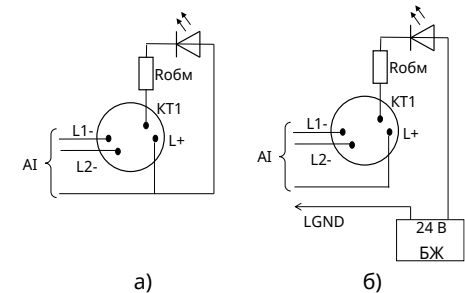

Рисунок 3 – Підключення ВПОС або світлодіода
4.2 Якщо за проектом використовують ВПОС з живленням від АІ, то його мінусовий контакт з'єднують з гвинтовою клемою з маркуванням «2» (KT1), а плюсовий – гвинтовою клемою з маркуванням «1» (L+) (рис.3а, наявність Robm залежить від типу ВПОС і його робочого струму). Замість ВПОС допускається підключення світлодіода через резистор Robm з опором не менше 10 кОм. Для ВПОС слід підбирати світлодіод з малим струмом споживання (близько 2 мА).